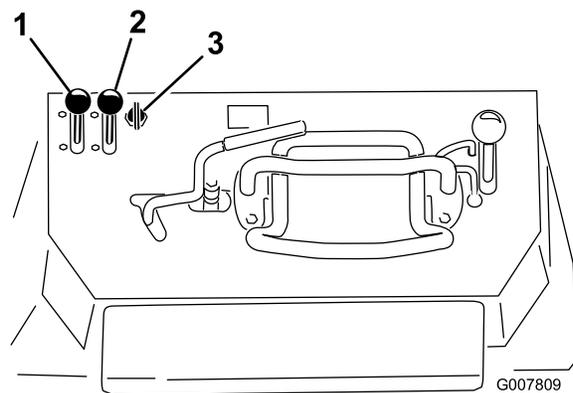

Рисунок 16
1. Установите рычаг дроссельной заслонки посередине между положениями Медленно и Быстро (**Рисунок 16**).
2. Переведите рычаг воздушной заслонки в положение Вкл. (**Рисунок 16**).
- На машинах с электрическим стартером поверните ключ в положение Вкл. (**Рисунок 16**). После запуска двигателя отпустите ключ.
4. Постепенно переместите рычаг воздушной заслонки в положение Выкл. (**Рисунок 16**). Если двигатель глохнет или работает с перебоями, снова откройте воздушную заслонку для прогрева двигателя.
5. Установите рычаг дроссельной заслонки в нужное положение (**Рисунок 16**).
2. Переведите рычаг дроссельной заслонки в положение **Медленно** (Рисунок 16).